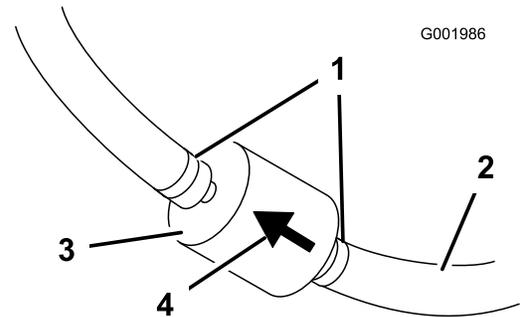

図 41
5. 古いフィルタのクランプをゆるめて脇に寄せる 図 41。